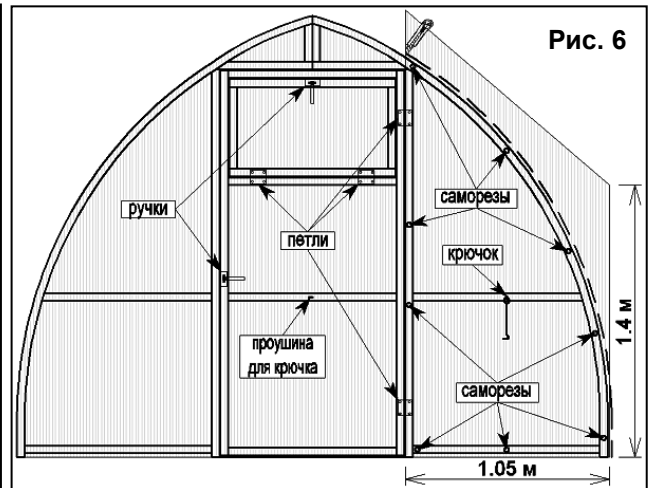

Рис. 6
6. Для покрытия правой стороны торца используйте вторую часть поликарбоната в виде трапеции (рис. 6). Закрепите саморезами и обрежьте по дуге.